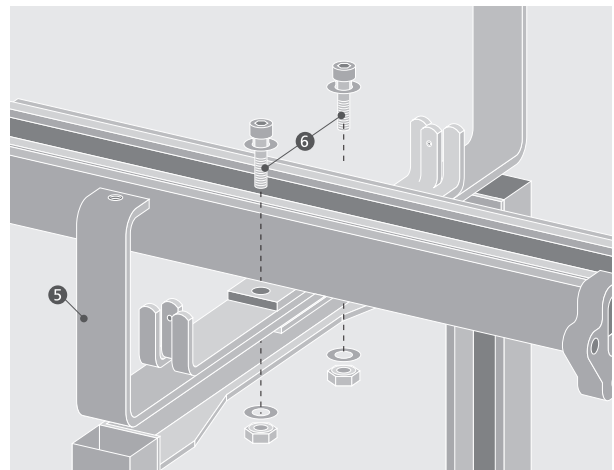

Abbildung 5.9.4
- Sofern noch nicht vorhanden: Halterungen (5) montieren. Dafür Lochbilder zur Deckung bringen, Zylinderschrauben (6) einstecken und selbstsichernde Muttern festdrehen. Unterlegscheiben verwenden. Anzugsdrehmoment 21 Nm. (Abb. 5.9.4)